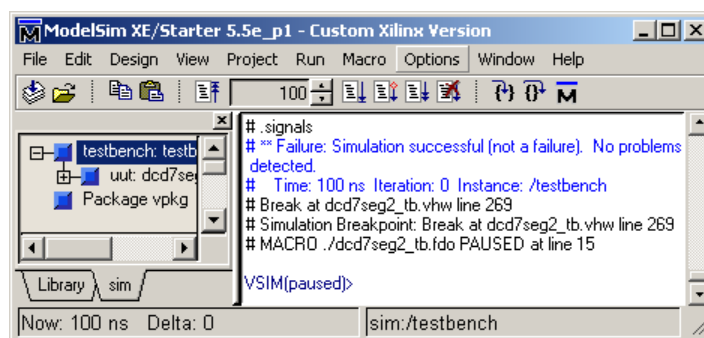

**Figura 8.5.** Vizualizarea operațiilor care pot fi executate cu simulatorul ModelSim.
2. În fereastra *Processes for Current Source*, se execută un clic pe semnul + din stânga liniei *ModelSim Simulator*. Prin aceasta, se vor afișa procesele disponibile pentru fișierul de stimuli (Figura 8.5).